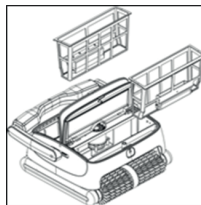

Figura 3
- Retire las dos cestas de filtro (véase Figura 3).